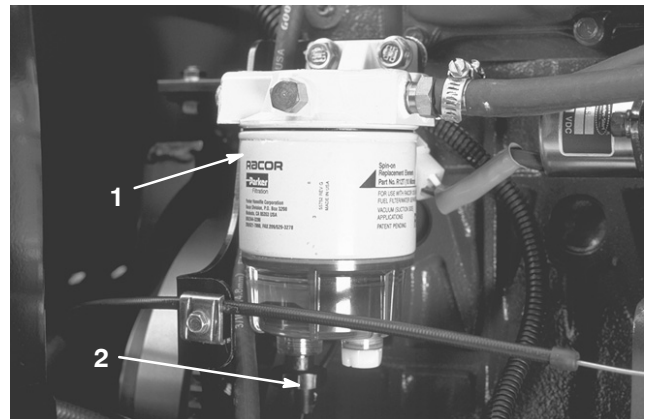

Bild 42
Entleeren Sie Wasser und andere Fremdstoffe täglich aus dem Wasserabscheider (Bild 42).
2. Lockern Sie die Ablassschraube an der Unterseite der Filterglocke (Bild 42). Ziehen Sie anschließend die Verschlusschraube wieder fest.